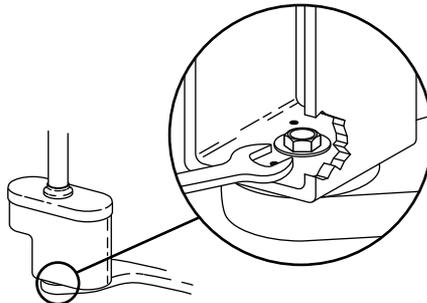

Abbildung 14: Säulengehäuse drehen
7. Wenn das Säulengehäuse parallel zum Behandlungsstuhl steht, muß das Gehäuse auf dem Behandlungsstuhladapter gedreht werden. Lockern Sie mit einem 24-mm-Schraubenschlüssel den in Abbildung 14 gezeigten Bolzen. Drehen Sie das Säulengehäuse, und ziehen Sie den Bolzen wieder fest.